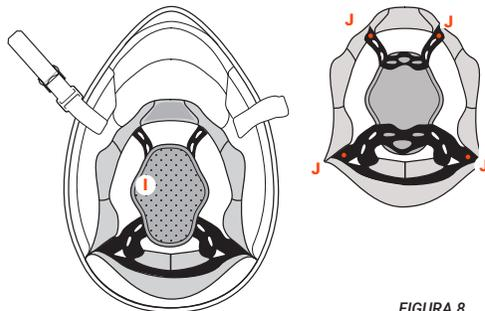

FIGURA 8
**Imbottitura centrale interna: CALOTTINA – I – Figura 8****Rimozione e Montaggio**